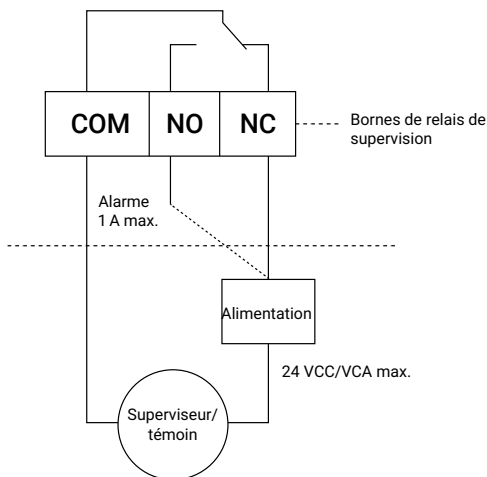

Figure 2.5 Câblage du relais de supervision
Le régulateur 465 comprend des bornes pour un relais de supervision, comme illustré à la Figure 2.5. Il peut prendre en charge à la fois une source d'alimentation CA et CC (reportez-vous aux spécifications de tension et de courant maximum pour le relais ci-dessus). Il peut être câblé pour un fonctionnement normalement ouvert (NO) ou normalement fermé (NC).